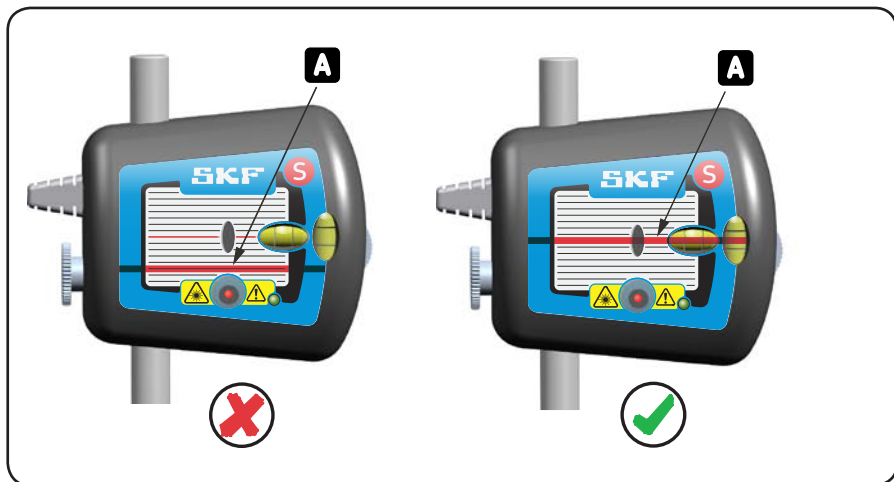

Fig. 9. Atingir o alvo
- b) Regule as linhas dos raios laser de modo a que estes atinjam o centro do alvo na unidade de medição oposta (fig. 9).